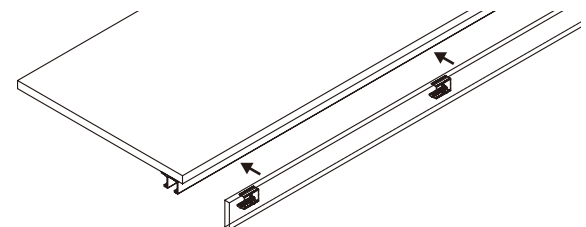

図 2-6-2
(2)幕板をキャビネットに図 2-6-2 のように組み込んでください。
(3)組み込みは、図 2-6-2 のように幕板クリップ⑮を上用のレール(①または②)に差し込んでください。